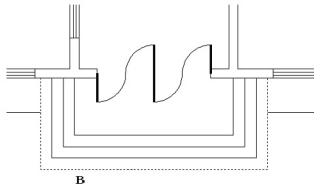

图 2.106 修剪与台阶重合的散水线
(2) 在**选择要修剪的对象,或按住Shift键选择要延伸的对象,或[栏选(F)/窗交(C)/投影(P)/边(E)/删除(R)/放弃(U)]:**提示下,选择与台阶重合的散水线,结果如图2.106所示。